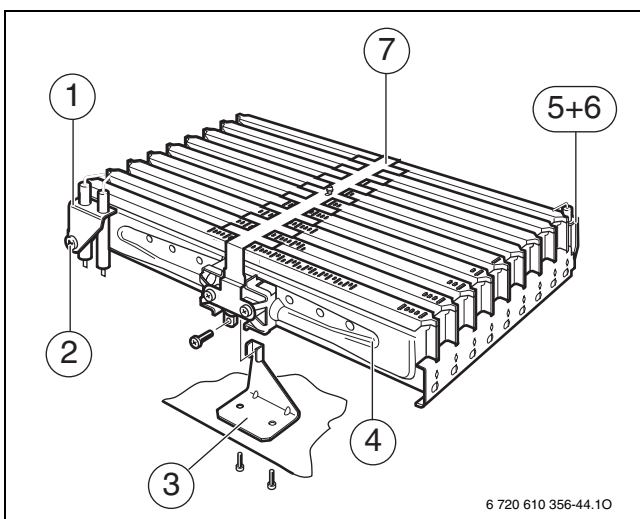

Fig. 76 Montagegroep brander
- ▶ Connector op ontstekingselektrode (1) voorzichtig verwijderen (→ fig. 76).
- ▶ Trek de insteekverbinding aan de ionisatiepien (5) voorzichtig los.
- ▶ Schroef de bevestigingshaak (3) los.
- ▶ Draai de wartelmoer onder de brander los en verwijder de montagegroep brander (4) voorzichtig.